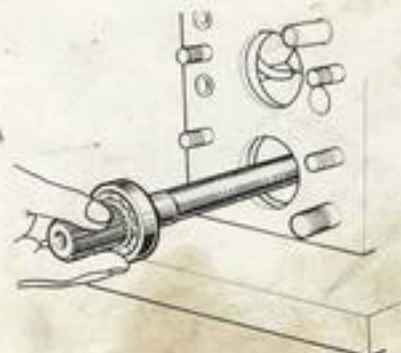

Fig. 15
- Sortir l'arbre plein par l'avant (fig. 15).